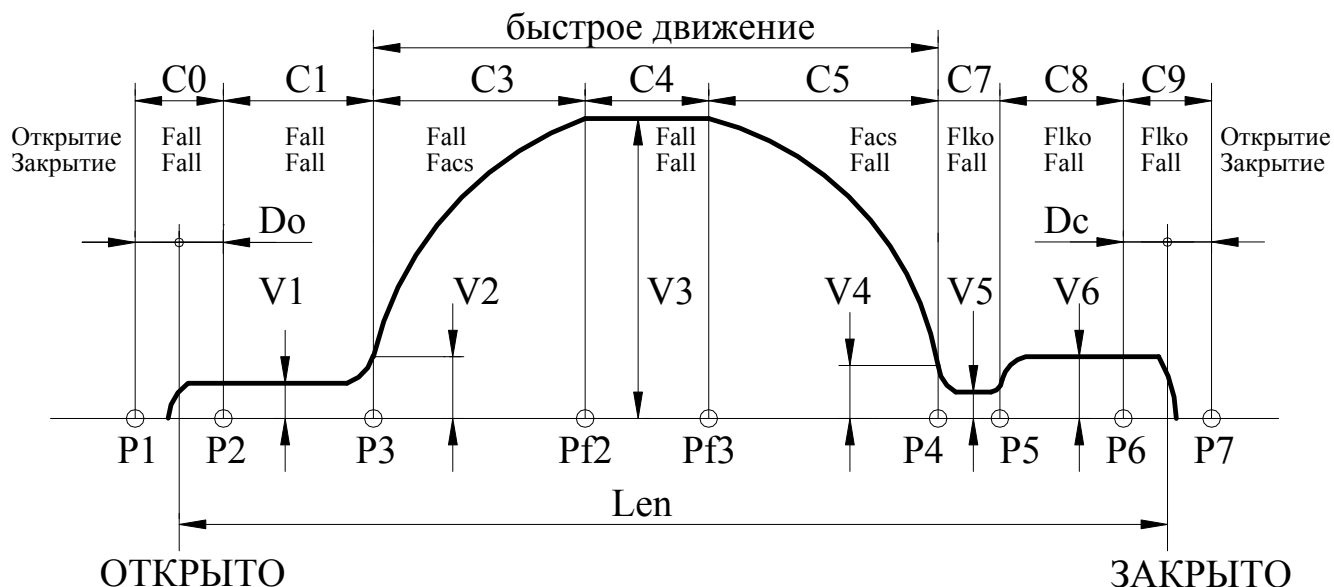

Рис.5. Траектория движения.
3.6.1. Рис.5, на котором показана траектория движения, отслеживаемая Устройством, поясняет назначение многих параметров, рассмотренных ниже. На рис.5 отображено также распределение сил на участках траектории отдельно при открытии и при закрытии (при переходе в режим удержания устанавливается соответствующая сила удержания).
- Если $Var_sl=1$, то точка препятствия запоминается и происходит замедление скорости движения при подходе к точке препятствия до $Vbar$. При отсутствии препятствия в том же месте, дальнейшее движение происходит по кривой, указанной на **рис.5**.
3.6.7.14. **ТР.2D** – C_vko (мм) – дополнительное смещение точки **P2** (**рис.5**) для расширения диапазона удержания сигнала ВКО.
3.6.7.15. **ТР.2E** – C_vkz (мм) – дополнительное смещение точки **P6** (**рис.5**) для расширения диапазона удержания сигнала ВКЗ.